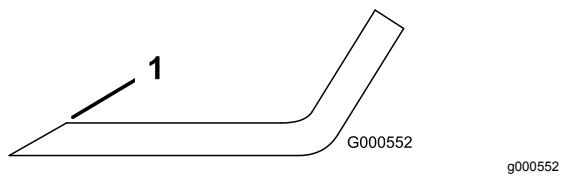

Figura 104
1. Utilize uma lima para afiar aresta de corte em ambas as extremidades da lâmina (Figura 104).
Nota: Se lâmina não estiver equilibrada, lime algum metal da extremidade da aba apenas (Figura 104).